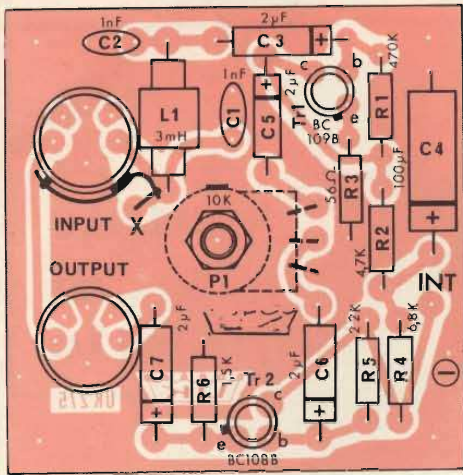

Fig. 2 - Serigrafia del circuito stampato
- Infilare e saldare i due terminali (pin) segnati in serigrafia fig. 2 - «INT» e «-».